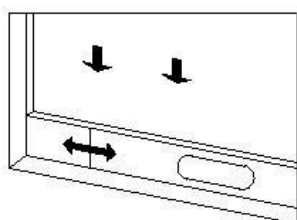

Figure 2
- Aprire la finestra a metà e montare la piastra di tenuta sulla finestra (come mostrato in Fig.2 e Fig.3). I componenti possono essere posizionati in direzione orizzontale e verticale.